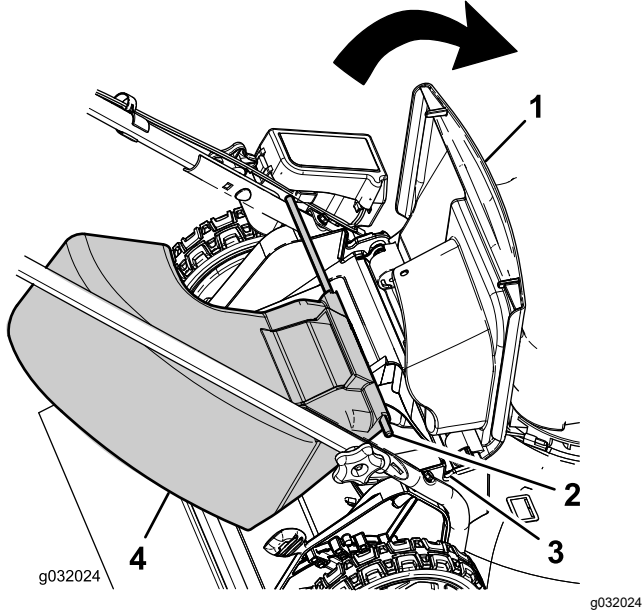

Figura 14
1. Ridicai deflectorul spate (Figura 14).
2. Introduceți capetele tijei jgheabului de evacuare laterală în canelurile de pe consolele mânerului (Figura 14).